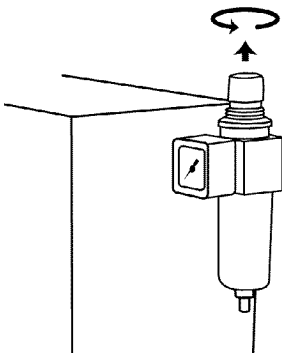

Figura 4
1. Antes de conectar la fuente de aire a la cortadora de plasma, extraiga la perilla del regulador de presión de aire y gírela completamente en el sentido contrario a las agujas del reloj. Esto ajustará el regulador a su mínima presión. (Ver Figura 4)